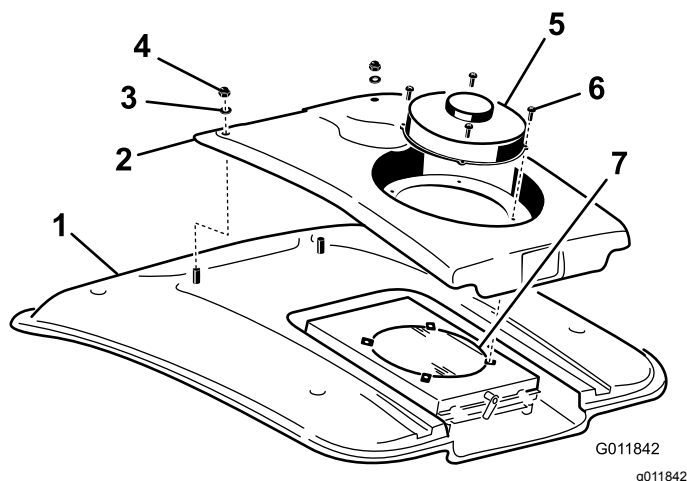

Figura 116
2. Retire os 4 parafusos que fixam a ventoinha e a cobertura do condensador à ventoinha (Figura 116).
4. Retire as duas porcas e anilhas que prendem parte da frente da cobertura dos condensadores ao teto da cabina (Figura 116).
8. Limpe cuidadosamente o condensador do ar condicionado com ar comprimido (Figura 116).